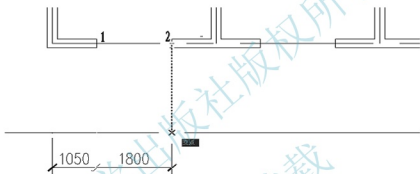

图 3.41 用【连续】标注命令标注尺寸
① 在**指定第二条尺寸界线原点或 [放弃(U)/选择(S)]<选择>**: 提示下，捕捉①轴线和窗洞口右侧的交点 (2 处)，但不单击，将光标轻轻地向下拖至辅助线上，出现交点捕捉后 (图 3.41)，单击。